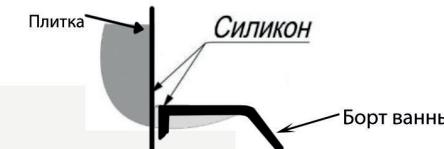

Рисунок 8 – нанесение силикона
- Нанести сантехнический герметик (силикон) на прилегающие поверхности ванны со стеной, рис.8 предварительно вскрыв часть защитной пленки ванны. После нанесения герметика изделие не должно использоваться 24 часа.